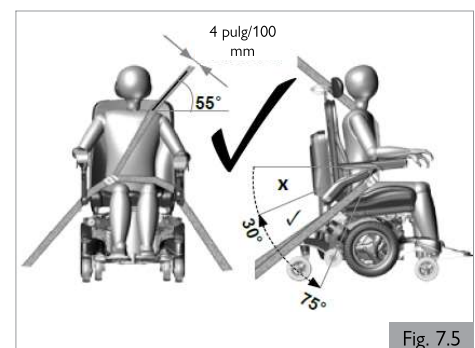
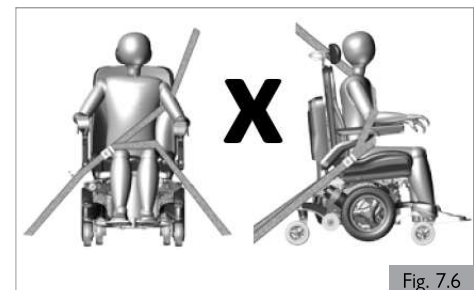

Fig. 7.5
Fig. 7.6
3. Las cinchas de sujeción deben ir montadas en el pilar apropiado del vehículo y no deben quedar alejadas del cuerpo debido a componentes de la silla de ruedas, como reposabrazos o ruedas (Fig. 7.5).
2. Siempre es mejor un ángulo más pronunciado (o mayor) dentro de la zona de preferencia, o sea, más cercano a los 75°, pero nunca excediéndolos (Fig. 7.5).
- a. El cinturón de seguridad troncal debe colocarse por encima del hombro y debe atravesar el pecho, tal como se muestra en la ilustración (Fig. 7.5). Los cinturones de sujeción deben quedar ajustados en su punto más ceñido, siempre que resulte cómodo para el usuario. No se ponga el cinturón de seguridad como se muestra en la fig. 7.6.